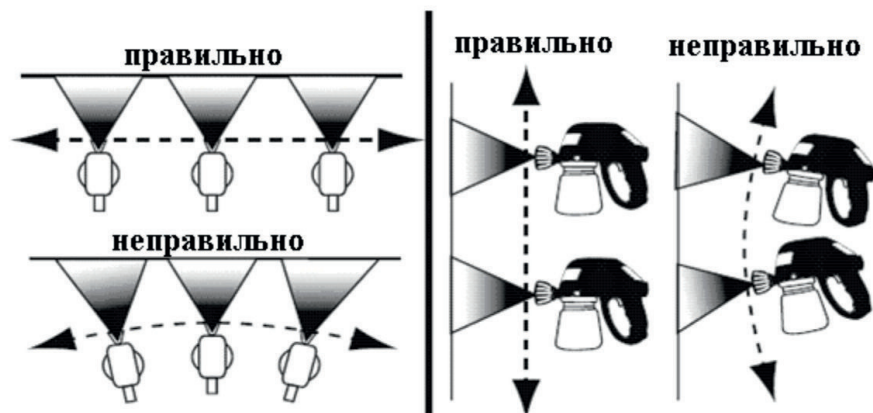

Рис. 5
5. При окрашивании больших поверхностей лучше всего окрашивать так, как показано на рис.5